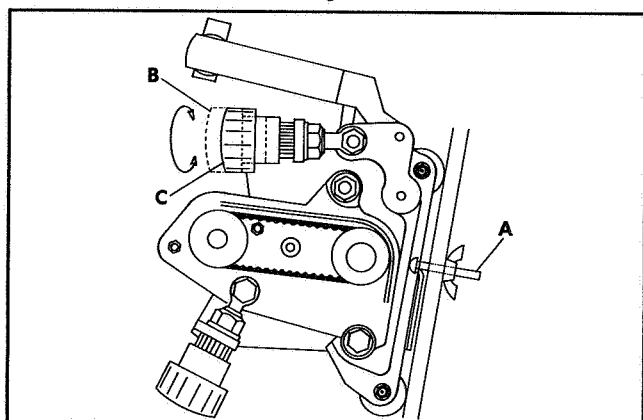

Fig. 59
2. To set the height of cut use the height of cut setting bar. Adjust the screw in setting bar so the distance between the bar and the underside of the screw head is the desired height of cut and lock with the wing nut. (A Fig. 59)
3. a) To adjust the height of cut pull adjusting knob (position B Fig. 59) and turn alternately left and right hand knobs a little in the desired direction (clockwise to increase the height of cut, anticlockwise decreases the height of cut).
c) Release the knob to engage the serrated locking ring. (position C Fig. 59) It may be necessary to turn the knob slightly to allow it to engage. NO OTHER CLAMPING IS NECESSARY
2. Zum Einstellen der Schnitthöhe die Schnitthöhen-Einstellschiene benutzen. Die Schraube in der Einstellschiene so justieren, daß der Abstand zwischen Schiene und Unterseite des Schraubenkopfes der gewünschten Schnitthöhe entspricht. Danach mit der Flügelmutter sichern (A Fig.59).
- 3.a) Zum Einstellen der Schnitthöhe den Einstellknopf (Pos.B Fig.59) herausziehen und den linken und rechten Knopf abwechselnd um einen geringen Betrag in die gewünschte Richtung drehen (zum Erhöhen der Schnitthöhe im Uhrzeigersinn, zum Verringern der Schnitthöhe im Gegenuhrzeigersinn).
- c) Den Knopf loslassen, um den Arretierzahnring einzurücken (Pos.C Fig.59). Zum Einrücken kann ein leichtes Drehen des Knopfes erforderlich sein. ES IST KEIN WEITERES FESTSPANNEN ERFORDERLICH.
2. Pour régler la hauteur de coupe, utiliser la règle. Régler la vis de la règle pour que la distance entre la règle et le dessous de la tête de la vis corresponde à la hauteur de coupe recherchée. Immobiliser l'ensemble à l'aide de l'écrou papillon (A, Fig.59).
- 3.a) Pour régler la hauteur de coupe, tirer sur la molette de réglage (B, Fig.59) puis tourner en alternance les molettes gauche et droite sur un arc très réduit, dans le sens souhaité (dans le sens des aiguilles d'une montre pour augmenter la hauteur de coupe et dans l'autre sens pour la diminuer).
- c) Relâcher la molette pour verrouiller la bague crantée (C, Fig.59). Pour qu'elle s'enclenche, il faut parfois légèrement tourner la molette. AUCUNE AUTRE OPERATION DE SERRAGE N'EST NECESSAIRE.